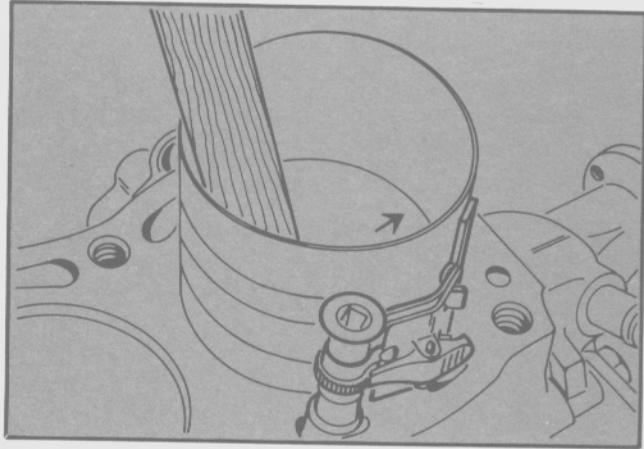

Fig. 47 - Instalación del pistón
- Colocar un compresor de aros en el pistón correspondiente al cilindro en el que se va a efectuar la instalación. Empujar el pistón hacia el interior del cilindro con el mango de un martillo, hasta que quede ligeramente debajo de la superficie del bloque de cilindros. Durante esta operación la biela debe ser guiada convenientemente para evitar daños en los muñones del cigüeñal. El pistón debe ser instalado con la marca que posee en la cabeza hacia el frente del motor (Fig. 47).